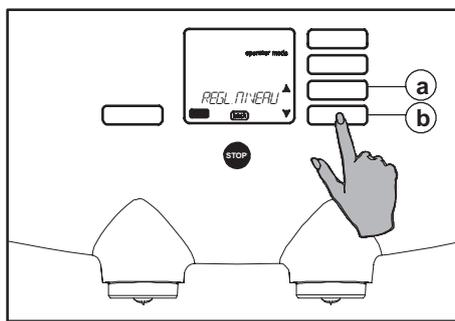

Fig. 72 Menu de sélection RÉGL. NIVEAU
3. Utilisez les boutons de défilement ▲ (fig. 72 a ou b) jusqu'à ce que l'option "RÉGL. NIVEAU" apparaisse à l'écran.